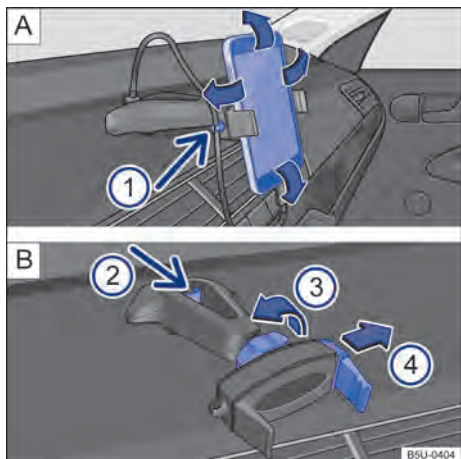

Fig. 145 No console central: suporte para smartphone e ajustes.
- Segurar o suporte com uma mão e pressionar o botão de destravamento → Fig. 145 [B] ② (seta).
- Com a haste → Fig. 145 [B] ④ deslizar no sentido da seta, e instalar o smartphone no alojamento.
- Com a outra mão deslocar a haste → Fig. 145 [B] ④ até que seja possível remover o aparelho do alojamento.
- Colocar o cabo USB na entrada carregador USB do suporte existente no painel de instrumentos → Fig. 145 [A].
- Prender o cabo no suporte → Fig. 145 [A] ①.
- Para liberar o movimento do suporte, girar a trava → Fig. 145 [B] ③ no sentido contrário da seta.
- Para fixar a posição, girar a trava no sentido da seta ③ → Fig. 145 [B] até a fixação total do suporte.
O suporte para smartphone tem garantia de 3 anos, com exceção da haste deslizante (garra) → Fig. 145   que tem garantia de 1 ano.